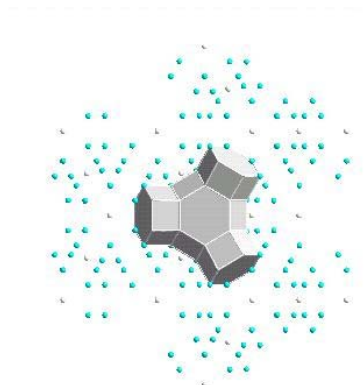

図 90: 配位圏をさらに 2 段階追加したところ
- “Center+ Adjust”ボタン()を押し、全体がウィンドウ内部に収まるよう調整します(図 90)。